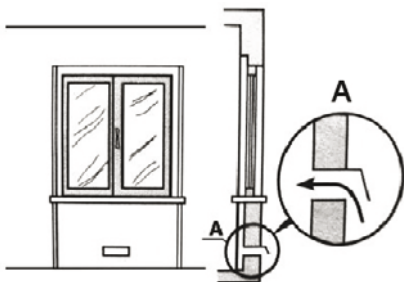

Рис. 2. Пример устройства вентиляционного отверстия
2. В помещении должен быть предусмотрен приток воздуха, необходимого для надлежащего сгорания газа. Расход воздуха для горения должен быть не менее $2 \text{ м}^3/\text{ч}$ на 1 кВт установленной мощности. Подача воздуха может осуществляться посредством прямого притока извне через канал с внутренним поперечным сечением не менее 100 см^2 , при этом должна быть исключена возможность его случайной блокировки. Для прибора, не оснащённого устройствами газ-контроль, необходимо обеспечить вентиляционное отверстие вдвое большего размера, то есть сечением минимум 200 см^2 (рис. 2).